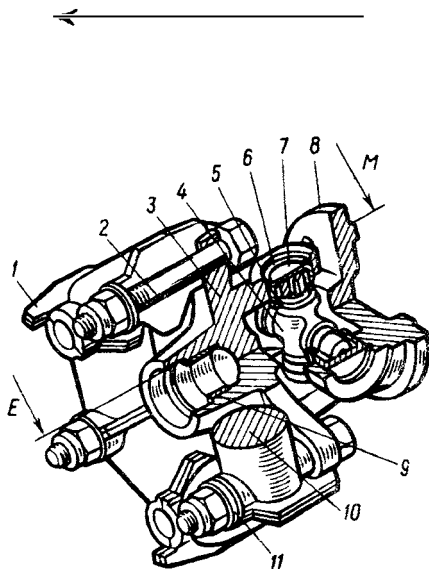

Рис. 13. Промежуточный карданный вал автомобиля ВАЗ-2121:
Балансировку промежуточного карданного вала автомобиля ВАЗ-2121 проверяют при частоте вращения 800 мин^{-1} по поверхностям E и M (рис. 13). Допустимый дисбаланс вала должен быть не более $2,36 \text{ Н}\cdot\text{мм}$. Балансировку вала осуществляют установкой балансировочных шайб 11 на болтах 2 крепления эластичной муфты 10 .
2. Изгиб болтов и фланца эластичной муфты промежуточного карданного вала. Заменить болты 2 (см. рис. 13) или промежуточный карданный вал в сборе.
Вибрация раздаточной коробки при движении автомобиля со скоростью 80—90 км/ч. 1. Повышенный дисбаланс промежуточного карданного вала. Проверить дисбаланс промежуточного карданного вала (см. рис. 13), который не должен превышать $2,36 \text{ Н} \cdot \text{мм}$ при частоте вращения вала 800 мин^{-1} . Проверку и балансировку промежуточного карданного вала выполняют на станции технического обслуживания. При необходимости заменить карданный вал новым.